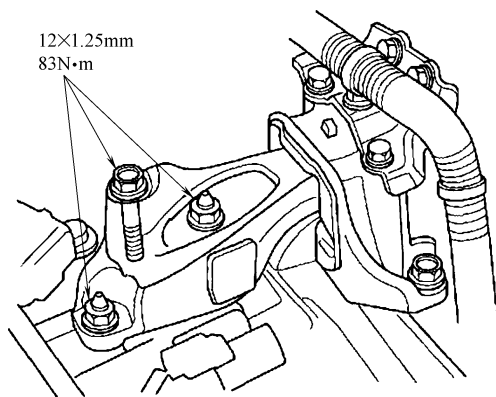

图 23-150 紧固变速器固定螺栓和螺母
- 28) 按照图 23-150 所示，紧固变速器固定螺栓和螺母。